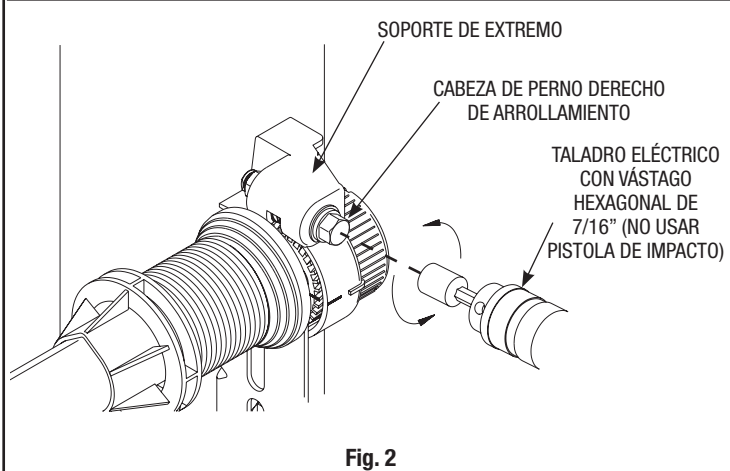

Fig. 2
**Paso 2:** con un taladro eléctrico taladrar (razón máxima torque / engranaje reducida a 1300 rpm preferiblemente) con un eje impulsor de cabeza hexagonal de 7/16", girar la cabeza del perno derecho de arrollamiento en sentido antihorario (Fig. 2) y contar el número de vueltas que la marca en el engranaje impulsor pasa por la marca adyacente en el soporte de extremo. Consultar la tabla que aparece abajo, según la altura de la puerta, dejar de desenrollar el resorte una vez se haya contado el número de vueltas que figura en la tabla.